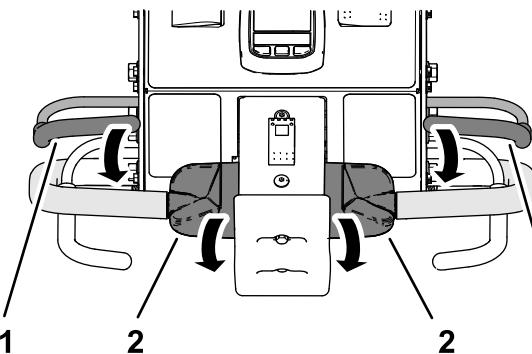

Bild 33
2. Halten Sie einen der beiden Schaltbügel am Lenker fest und drehen Sie den oberen Teil des Fahrantrebshebels nach vorne (Bild 33).